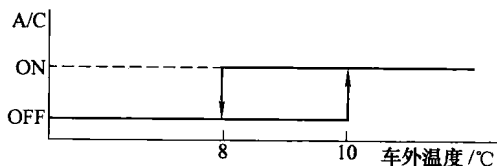

图 1-12 压缩机控制(根据环境温度控制)
(2) 低温保护控制。一般车型在环境温度低于某值(3°C 或 8°C),压缩机不工作,如图1-12所示。